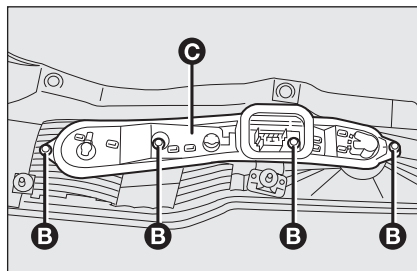

fig. 33
- ☐ afloje los cuatro tornillos **B**-fig. 33 de sus alojamientos;